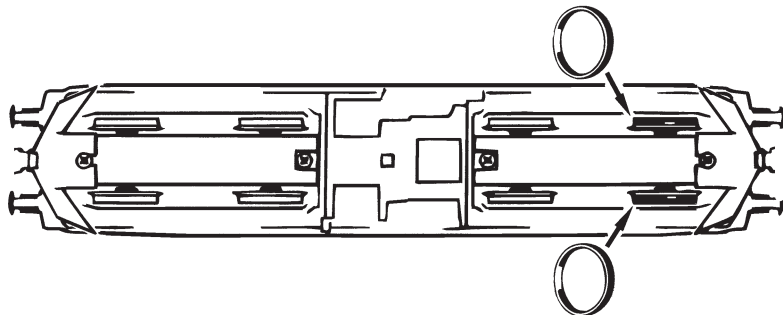
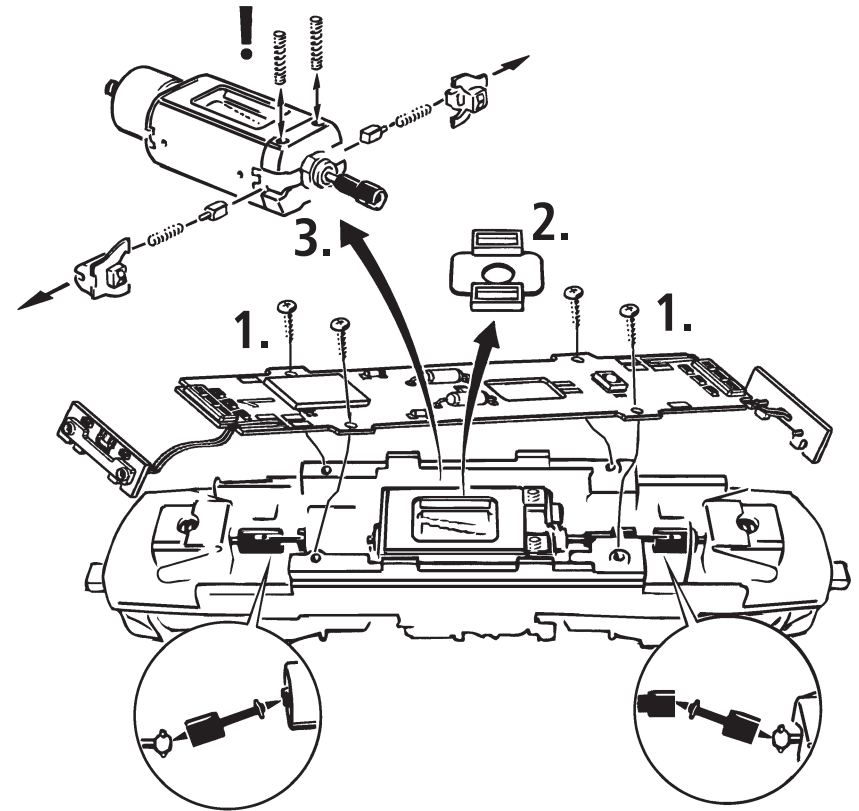
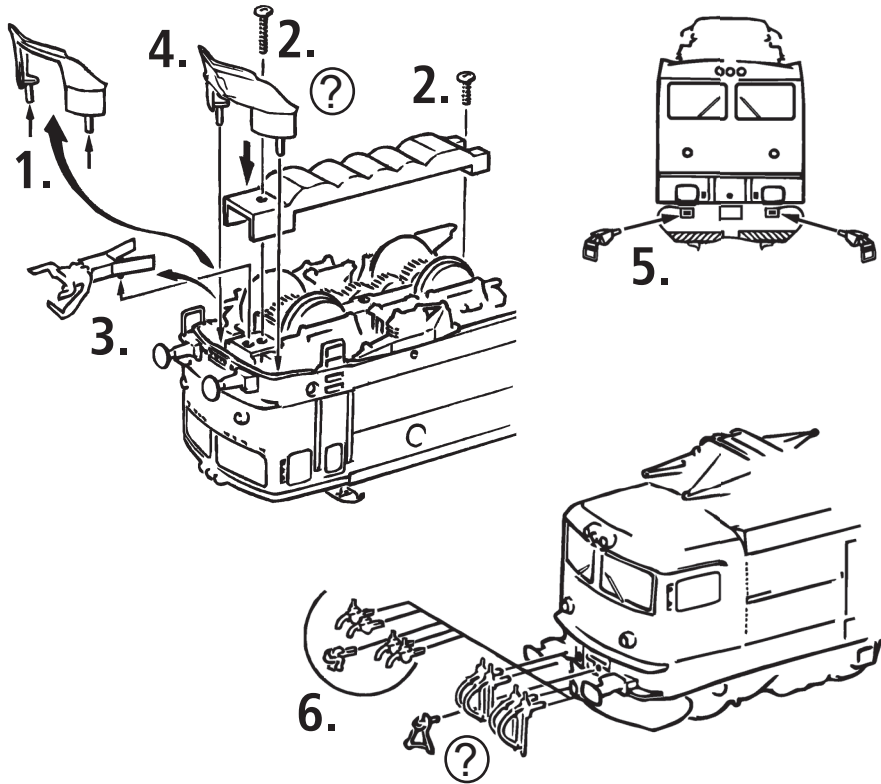
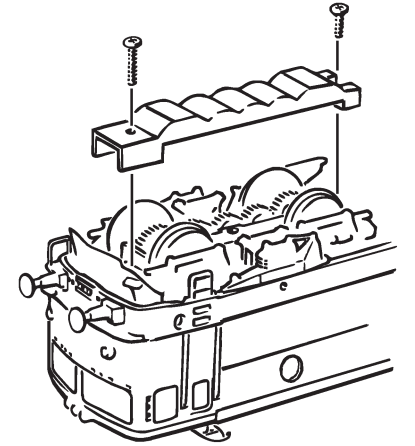

Fig. 8
Fig. 9
Fig. 3
Fig. 5
Mehrzugbetrieb: Zuerst Lokgehäuse abnehmen (Fig. 3). Danach den Brückenstecker aus der Schnittstelle entfernen (diesen sorgsam aufbewahren). Danach den Stecker des Steuerbausteins lagerichtig einsetzen (siehe Fig. 5).
2. Schmierung: Versehen Sie die im Schmierplan in Fig. 8 gekennzeichneten Stellen mit nur **kleinen Öltropfen**. Dazu zuerst das Lokgehäuse abnehmen (Fig. 3). Wir empfehlen den ROCO **Öler Art.-Nr. 10906**. Fürs Schmieren der Getriebeteile (Zahnräder, Schnecke) empfehlen wir das **ROCO-Spezialfett Art.-Nr. 10905**. Im Falle der Schmierung diese Teile **nicht ölen**.
4. Kohlebürstenwechsel: Lokgehäuse abnehmen (Fig. 3). Danach wird der Motor ausgebaut und die Kohlebürsten ausgewechselt (Fig. 9).
Finally put the plug of the chip into the interface as shown in fig. 5.
2. Lubrication: Apply **tiny oil drops** to spots marked in fig. 8. Prior to lubrication dismantle locomotive (fig. 3). We recommend using item no. **10906, ROCO oiler**. For lubrication the gearparts (e.g. cogwheels, worm) we would recommend our ROCO **special grease** (item no. **10905**).
4. Carbon Brush Changing: First remove locomotive body (fig. 3), and then the motor (fig. 9).
Tag försiktigt bort pluggen som sitter i kontakten på kretskortet (spara pluggen för framtida bruk). Sätt dit dekoderns kontakt i rätt position (fig. 5).
2. Smörjning: Lägg små droppar olja på platserna som vitsas på fig. 8. Tag av lokkåpan först (fig. 3). ROCO:s olja art. nr: **10906** rekommenderas för detta. Använd ROCO:s specialfett art. nr. **10905** för smörjning av kugghjul. Om dessa delar redan är smorda/infettade vänta med smörjning/infettning till ett senare tillfälle.
4. Byte av motorkol: Tag av lokkopån först (fig. 3). ag ur motorn och byt motorkolen enligt fig. 9.
voir } Fig.3